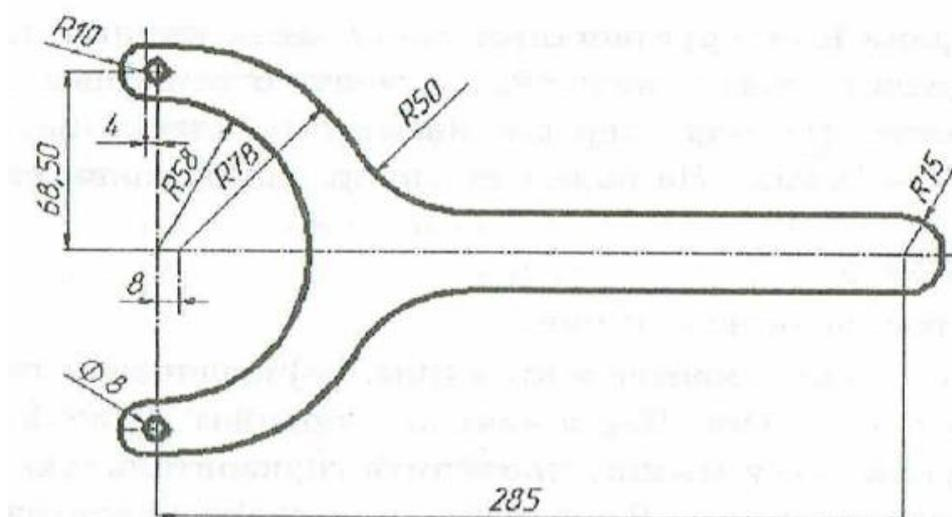

Рисунок 1
**Задание.** Построить фигуру на примере контура проекции детали «Рукоятка ключа» (рисунок 1).